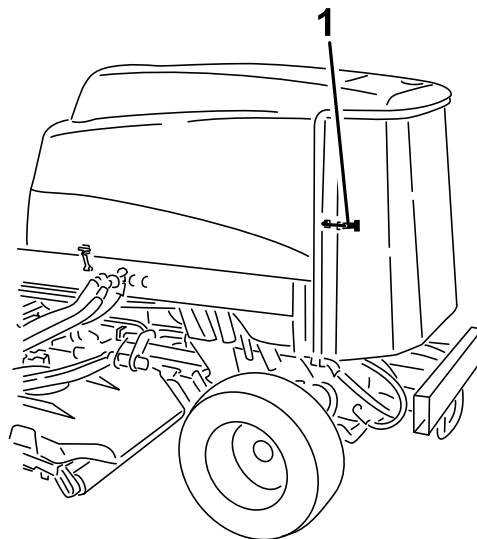

Figura 64
1. Desenganche y abra la rejilla trasera (Figura 64).